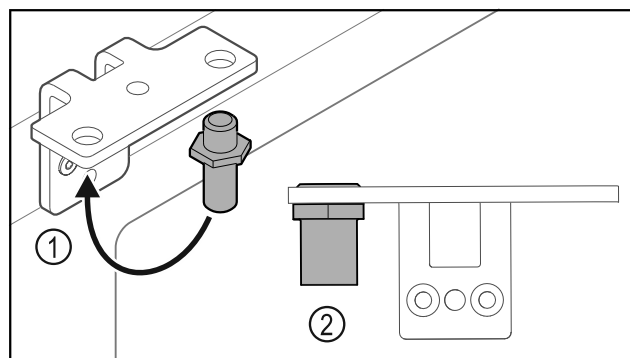

Fig. 38
- ▶ Μεταφέρετε τον πείρο Fig. 38 (1) στη γωνία μεντεσέ.
- ▶ Σφίξτε τον πείρο Fig. 38 (2) με ροπή 12 Nm.